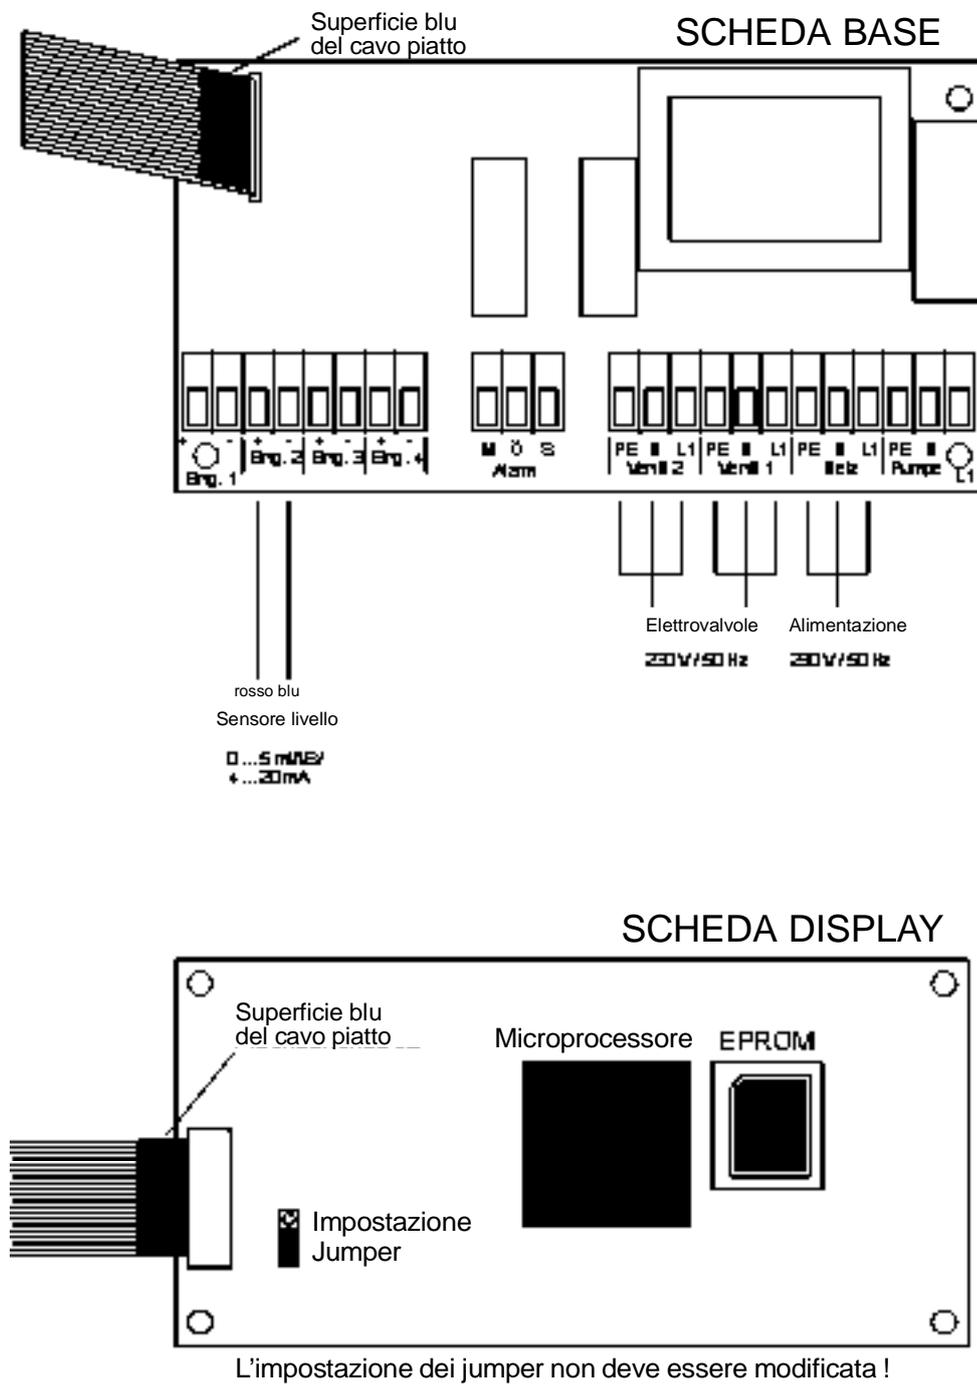

Figura 3: Collegamenti delle schede controllo, livello
- Collegare il sensore di livello come indicato in figura 3. È possibile prolungare il cavo del sensore di livello a cura del committente. In ogni caso la lunghezza totale non dovrebbe superare 40 m. Per il prolungamento del cavo utilizzare un tipo adatto alle condizioni di posa locali (eventualmente cavo da interrare, sezione minima 2 x 0,5 mm²).